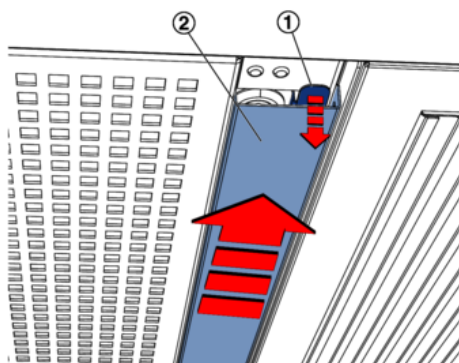

Abb. 63: Abdeckleiste lösen
1. ▶ An der Außenseite des Gerätes seitlich in die Abdeckleiste eingreifen und die Lasche (Abb. 63/1) nach unten drücken. Dann die Abdeckleiste nach außen schieben und abnehmen. Die Abdeckleiste für die spätere Montage so lagern, dass sie nicht beschädigt wird.